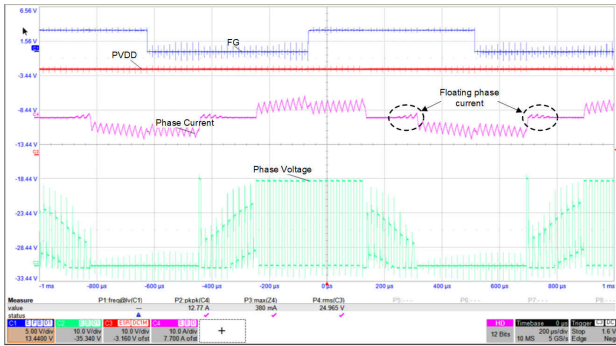

图 3. 高侧 PWM 调制
- 混合 PWM 调制**: BLDC 电机的传统换向使用高侧调制, 其中高侧电源开关在  $120^\circ$  电气周期内以 PWM 频率在目标占空比下进行开关。低侧电源开关在  $120^\circ$  电气周期内持续保持开启状态。另一种方法可以是低侧调制。在任一种情况下, 当其他相位切换时, 浮动相绕组中会有电流, 如图 3 所示。这会减小有效转矩, 并增加扭矩纹波, 从而导致额外的功率损耗, 并会导致高侧和低侧开关之间的损耗分布不均匀。这会导致在较低占空比下减小扭矩传递。